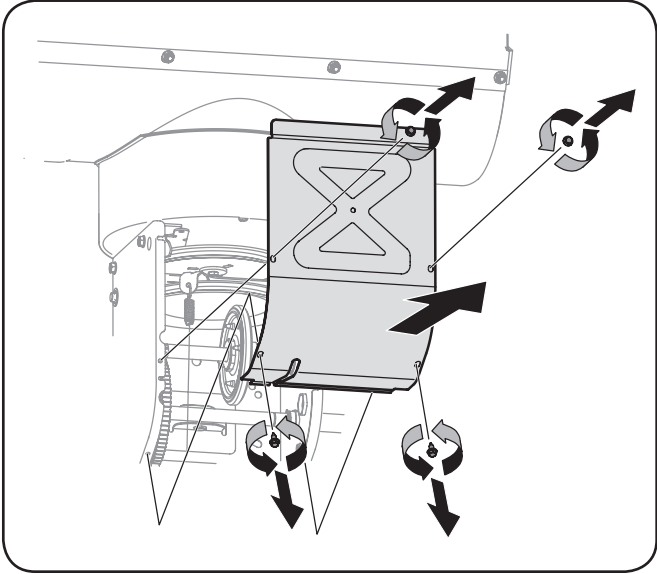

Figure 7-5
6. Démonter le couvre-châssis du dessous de la souffreuse en retirant les quatre vis auto-taradeuses qui le maintiennent en place. Voir la Figure 7-5.